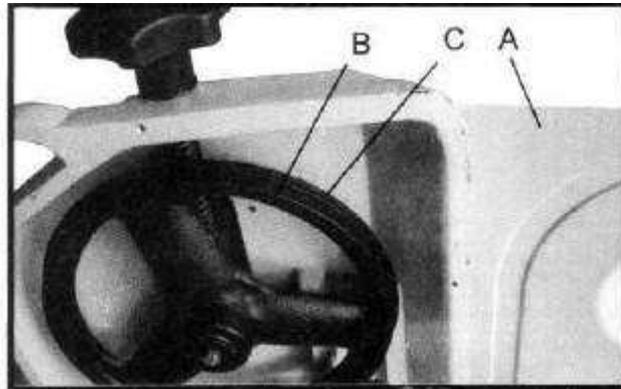

Fig. 6
1. Placez le bras de la scie en position ouverte et ouvrez le capot de la roue (A). Fig. 6.
2. Mettez la scie en marche. La lame est alignée correctement si son dos (B), Fig. 6, effleure seulement le bord de l'épaulement de roue (C). Le dos de la lame ne doit pas frotter contre l'épaulement.